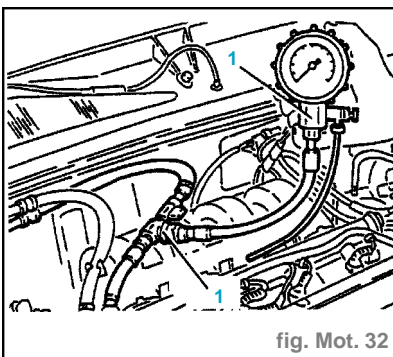

fig. Mot. 32
- Brancher un manomètre, par un adaptateur en T entre le collecteur et le tuyau débranché (1) (fig.Mot. 32).